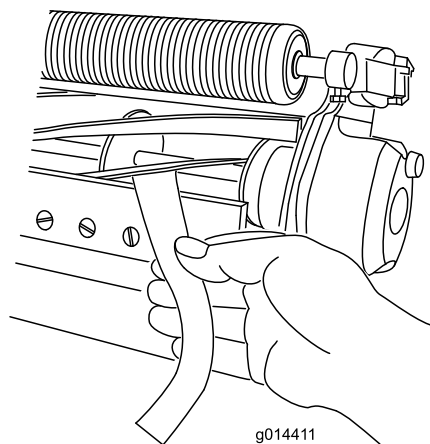

Рисунок 5
3. С одной стороны барабана вставьте длинную полосу газетной бумаги между барабаном и неподвижным ножом (**Рисунок 5**). Медленно вращая барабан вперед, поворачивайте регулировочный винт планки неподвижного ножа по часовой стрелке (с той же стороны барабана, по одному щелчку за раз, пока бумага, вставленная с передней части барабана параллельно неподвижному ножу, не будет слегка прижата). Вы должны заметить небольшое сопротивление, когда потяните за бумагу.
5. После завершения регулировки проверьте, может ли барабан прижать бумагу, вставленную с передней части, и отрезать бумагу, вставленную под прямым углом к неподвижному ножу (**Рисунок 5**).